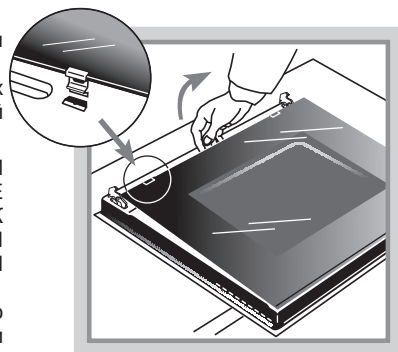

Рис.14
- Чтобы помыть стекла дверцы со всех сторон, **внутреннее стекло можно легко снять**. Для этого потяните за край стекла, как показано на рис. 14